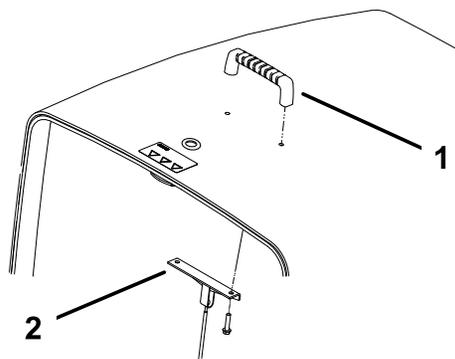

図 5
2. ねじ 2 本を使って、取っ手とフードケーブルブラケットをフードに取り付ける図 5。